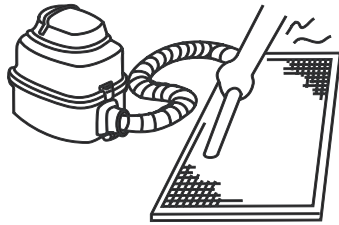

Figura 42
- a. O lado de admissão de ar deve ficar voltado para cima quando se utiliza um aspirador de pó. (Consulte a Figura 42)